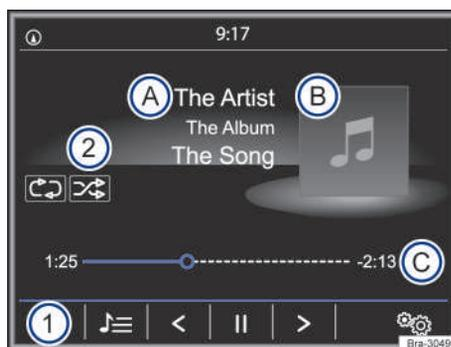

Fig. 157 Menú principal MEDIA.
- Presionar la tecla de la radio **MEDIA** para abrir el menú principal **MEDIA** → fig. 157.
Las fuentes de medios que se reproducen actualmente se exhiben en el botón de función en la parte inferior izquierda → fig. 157 ①.
- **O**: en el menú principal *MEDIA* pulsar el botón de función → fig. 157 ① y seleccionar la fuente de medios deseada.